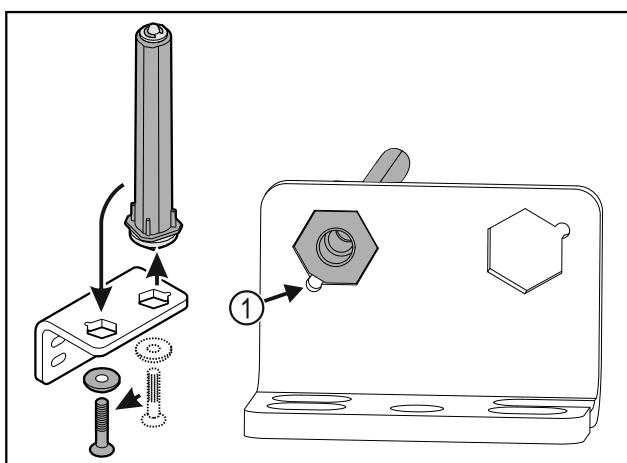

Fig. 39
- Звертати увагу на те, щоб при вставці нахил пальця Fig. 39 (1) показував на круглий отвір.